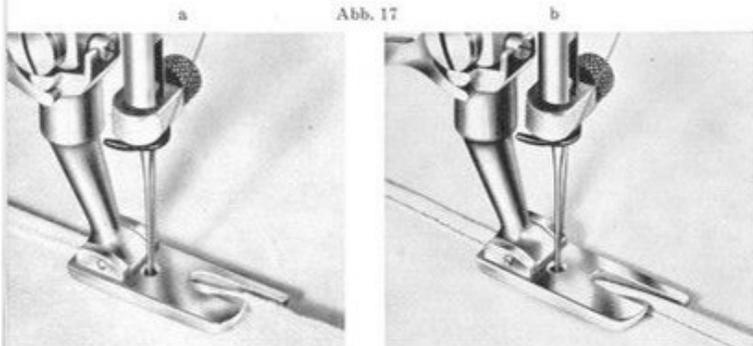

Abb. 17
1. *Arbeitsgang* (Abb. 17 a). Die zu verbindenden Stoffteile lege man so aufeinander, daß der untere Stoff etwas vorsteht, bringe beide Stoffteile ähnlich wie beim Säumen in den Kapper, so daß sie sich umlegen. Beim Nähen ist darauf zu achten, daß der Stoff immer in gleicher Breite in den Kapper einläuft.
2. *Arbeitsgang* (Abb. 17 b). Die beiden Stoffteile sind flach auseinander zu legen, so daß der gebildete Saum wie ein Fältchen hochsteht. – Das hochstehende Fältchen wird nun nochmals, in gleicher Richtung wie das erste Mal, in den Kapper geführt, so daß es umgelegt und angenäht wird.